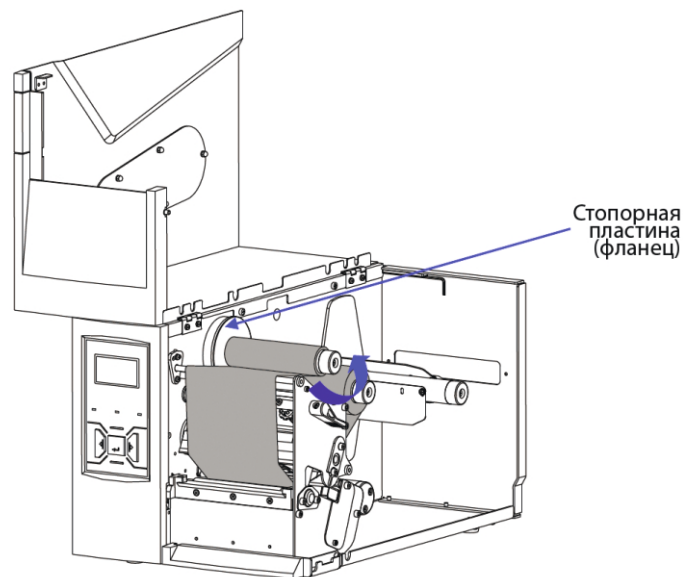

Рисунок 2-10 Лента загружена
7. Наденьте приемный рулон ленты на шпindelь лентопротяжного механизма и плотно прижмите его к стопорной пластине. пластины. Поворачивайте шпindelь до тех пор, пока лента не будет плотно намотана. См. Рисунок 2-10.